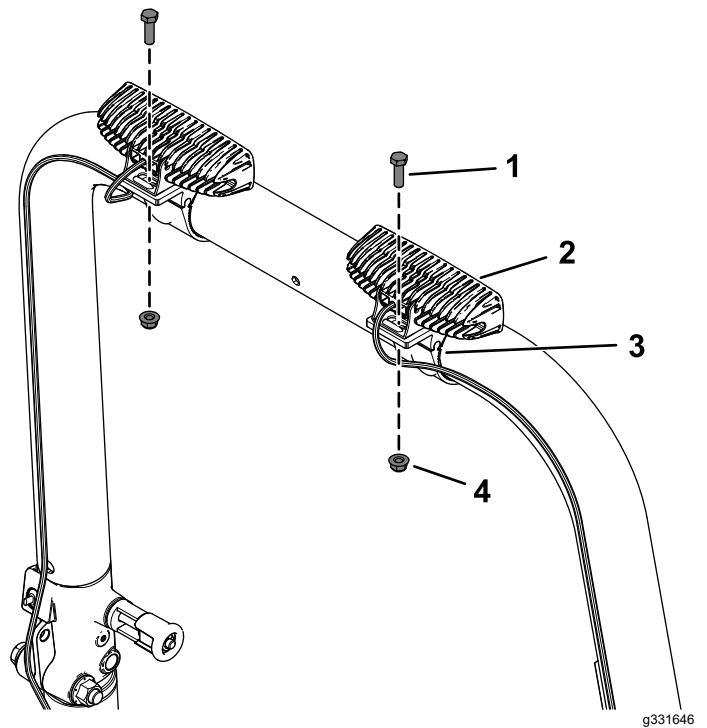

Figura 2
3. Fissate le 2 luci LED sui 2 morsetti dei tubi con le 2 viti a testa esagonale (5/16" x 1") e 2 dadi di bloccaggio (5/16") come illustrato nella Figura 2.